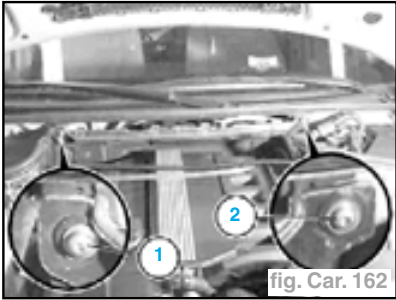

fig. Car. 162
- Déposer les vis (1) et (2) (fig. Car. 162).